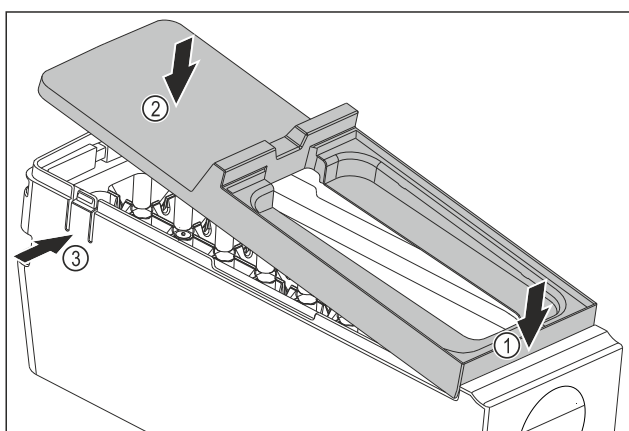

Fig. 245
- Montirajte pokrov glavnega dela EasyTwist-Ice: Pokrov spredaj namestite. Fig. 245 (1)
- Pokrov zadaj spustite. Fig. 245 (2)
- Pokrov se slišno zaskoči v obe sponi Fig. 245 (3).